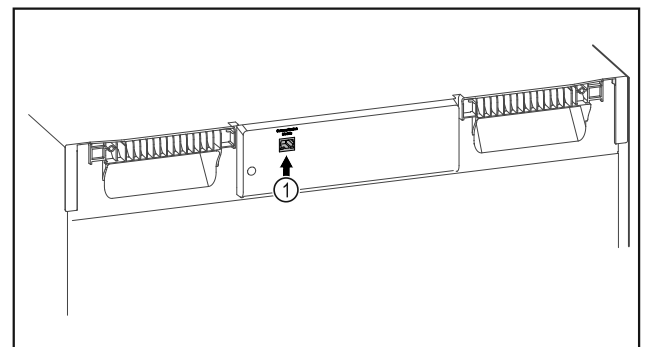

Fig. 85
- ☐ SmartModule Fig. 85 (1) er installert.